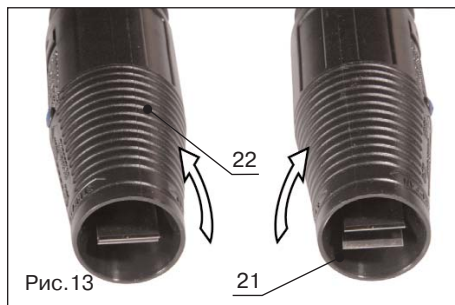

Рис. 13
- Работа при низком давлении - для распыления моющего средства (поз.21, рис.13), для установки необходимо вращать насадку по часовой стрелке.
- Работа при высоком давлении - для мойки и споласкивания (поз.22, рис.13), для установки необходимо вращать насадку против часовой стрелки.